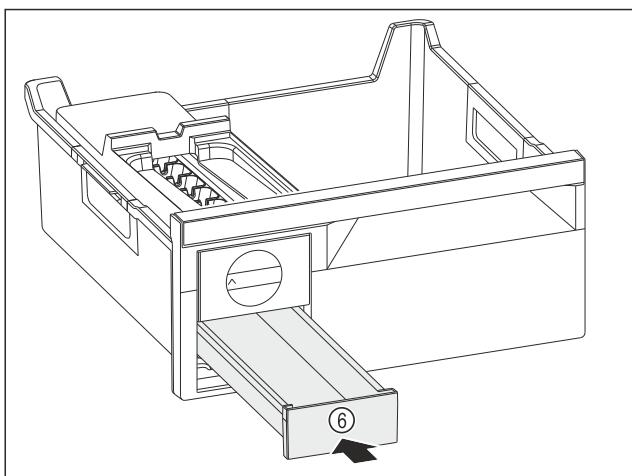

Fig. 141
- Вдвиньте выдвижной ящик для кубиков льда Fig. 141 (6).